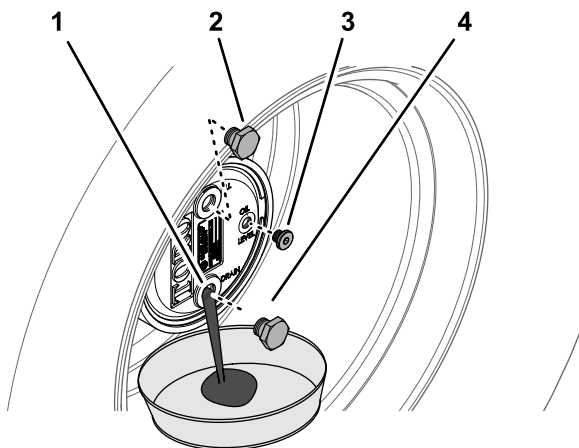

Figura 139
2. Îndepărtai buonul de umplere în poziia corespunzătoare orei 12 i buonul de verificare în poziia corespunzătoare orei 3 (Figura 139).
3. Amplasai o tavă de golire sub butucul planetar, îndepărtați bușonul de golire în poziția corespunzătoare orei 6 și lăsați uleiul să se scurgă complet (Figura 139).
5. Montați bușonul de golire în orificiul de golire al carcasei mecanismului planetar (Figura 139).